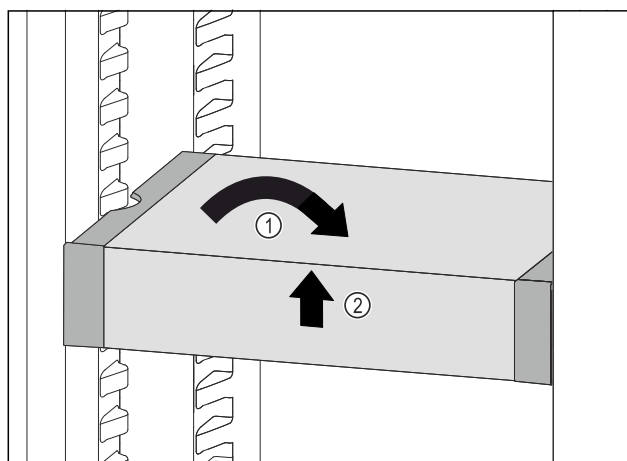

Fig. 123
- ▶ Ställ VarioSafe rakt. Fig. 123 (1)
- ▶ Lyft VarioSafe framåt. Fig. 123 (2)